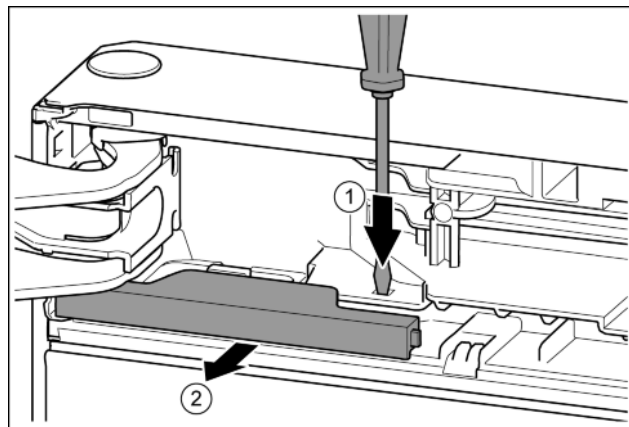

Fig. 10
- Plochým šroubovákem lamelu přitlačte. Fig. 10 (1)
- Kryt vytáhněte ze zarážky. Fig. 10 (2)